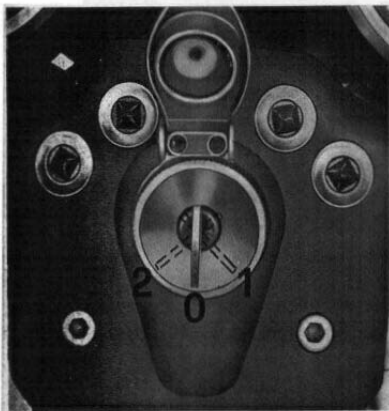

Fig. 8
- 2) **Commutatore per l'inserimento degli utilizzatori con chiusura a chiave posta sulla testa della forcella (ved. fig. 8).**
Chiudere il gas, portare la leva del cambio in posizione di folle, disinnestare la chiave dalla posizione di contatto (2 di fig. 8) sul commutatore e chiudere il rubinetto della benzina.